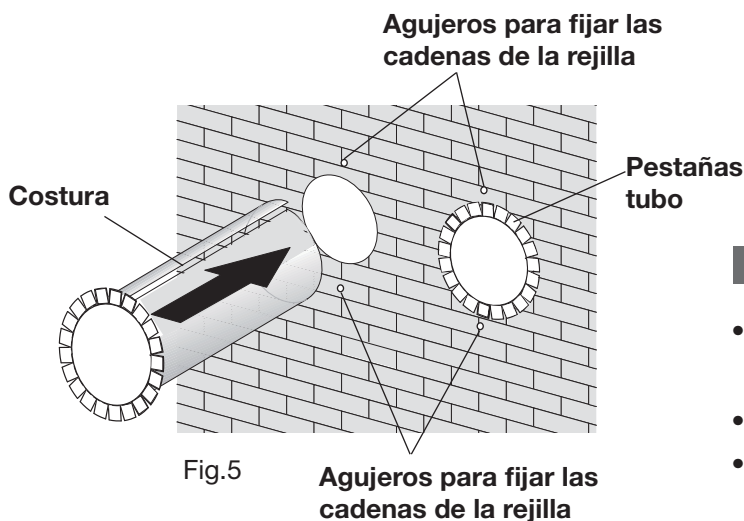
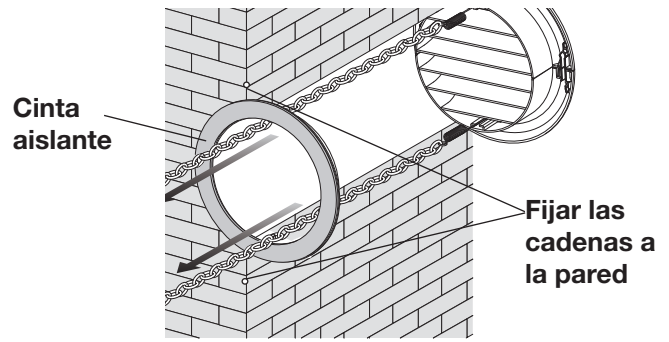

Fig.5
Fig. 7
- Introducir los tubos de plástico obtenidos en los dos agujeros, prestando atención a la costura (Fig. 5), que siempre debe estar mirando hacia arriba.
- Aplicar la cinta aislante adhesiva (Fig. 7) sobre las pestañas del tubo a la pared. (Fig. 5)
- Tire de la cadena, manteniendo el resorte y fije los anillos de la cadena en los agujeros de la pared (fig. 5 - 7); usar los tornillos con arandela fornecidos.